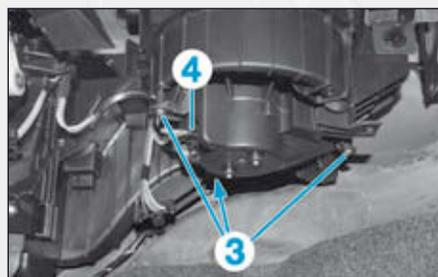

FIG.21
- les vis (3) du motoventilateur (Fig.21).
- Débrancher le connecteur (4).